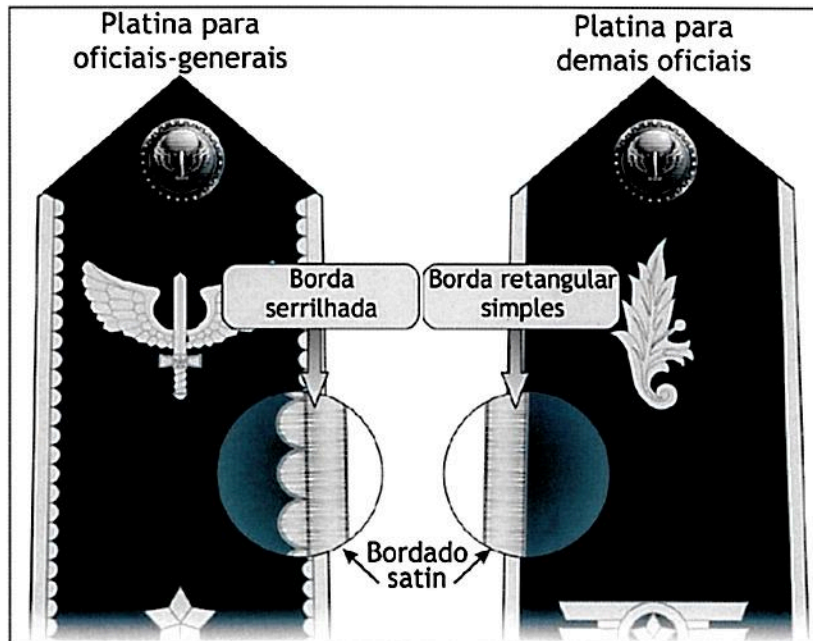

Figura 6: faixas bordadas.
08.02.09 As platinas azuis-ferrete, masculinas e femininas, possuirão um par de faixas bordadas que acompanharão as laterais maiores da peça (conforme figura 6), com bordado do tipo satin (CC).